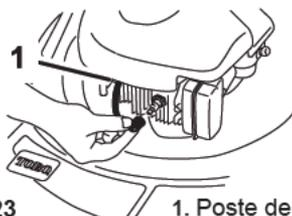

Figura 23
2. Desconecte el cable de la bujía y conéctelo en el poste de retención (Figura 23) antes de realizar cualquier procedimiento de mantenimiento.